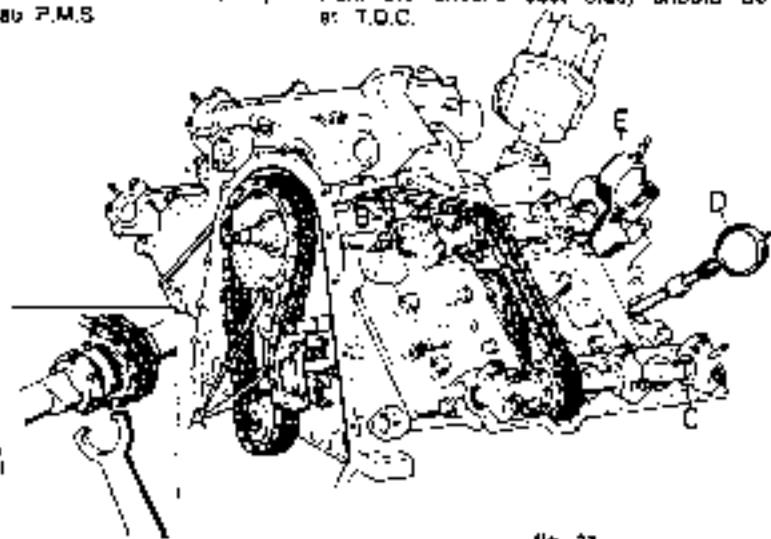

fig. 31
In caso di smontaggio del motore, per ottenere la giusta faseatura, procedere come appreso indicato. Ruotare l'albero a manovella fino a fare coincidere i denti segnati da uno (0) sull'ingranaggio distribuzione e sull'albero a manovella, con i relativi contrassegni (0) sul frontale basamento (fig. 31/A).
En cas de démontage du moteur, pour obtenir une mise en phase correcte, opérer de la façon suivante: faire tourner l'arbre à manivelle jusqu'à ce que les dents marquées par un (0) sur l'engrenage de distribution et sur l'arbre à manivelle coïncident avec les marques (0) correspondantes sur le monobloc (fig. 31/A).
Rotate the crankshaft so as to bring the teeth marked with 0 on the timing gear on the crankshaft into line with the related matching marks 0 on the front of crankcase (A, fig. 31).
In caso di smontaggio di una delle due teste assicurarsi che lo zero (0) segnato sull'albero centrale sia visibile in corrispondenza dell'uscita del cingolo (Fig. 31/B) con il pistone numero uno al P.M.S. nel caso che lo zero (0) non fosse visibile ruotare il motore di 360°.
Trovate queste coincidenze si può procedere al montaggio degli assi a camme facendo attenzione che i segni su di essi combacino con quelli stampigliati sui supporti (Fig. 31/C).
Au cas où l'on démonterait une des deux culasses s'assurer que le zéro (0) marqué sur l'arbre central soit bien visible en correspondance de la sortie de la chaîne (Fig. 31/B) avec le piston n. 1 au P.M.S., au cas où le zéro (0) ne serait pas visible, tourner le moteur de 360°.
Une fois que les coïncidences ont été trouvées, on peut passer au montage des axes à cames en faisant bien attention à ce que les marques de ceux-ci coïncident avec celles estampillées sur les supports (Fig. 31/C).
When removing one of the two heads make sure that mark 0 on the central shaft can be spot at the exit of chain (B, Fig. 31) with piston No 1 at T.D.C. in case mark 0 cannot be spotted, rotate engine 360°.
When these coincidences are achieved, proceed to the assembly of camshafts making sure that marks stamped on them are aligned with those on the supports (C, Fig. 31).
misuratore micrometrico sul foro della sua candela (fig. 31/D) (testa sinistra) e con i lobi degli assi a camme nella posizione indicata in (fig. 31/C) rivolti verso l'esterno. Si fissa un altro misuratore micrometrico in corrispondenza del blechierino della valvola del cilindro numero uno (fig. 31/E), indi ruotare l'asse a camme fino che la valvola di aspirazione sia aperta di mm 2,2 e la valvola di scarico di mm 1,3. Analoga operazione dovrà essere fatta sulla testa opposta, tenendo presente che i lobi degli alberi a camme dovranno essere rivolti verso l'interno e che gli strumenti di misurazione dovranno essere posti sul cilindro numero sei.
Fare attenzione alla segnatura sugli assi a camme (fig. 31/C).
Pour trouver le P.M.S. du cylindre numéro un, fixer au moyen d'instruments spéciaux, un mesureur micrométrique sur le orifice de sa bougie (fig. 31/D) (culasse gauche), les lobes des axes à cammes ayant la position indiquée sur la (fig. 31/C), tournée vers l'extérieur.
Fixer un autre mesureur micrométrique en correspondance de l'emboîtement de la soupape du cylindre numéro un (fig. 31/E) et faire tourner l'axe à camme jusqu'à ce que la soupape d'admission ait une ouverture de 2,2 mm et la soupape d'échappement une ouverture de 1,3 mm. La même opération devra être effectuée sur la culasse opposée, en tenant compte du fait que les lobes des arbres à cammes devront être tournés vers l'intérieur et que les instruments de mesure devront être placés sur le cylindre n. 6.
Faire attention aux marques sur les axes à cammes (fig. 31/C).
By means of the proper tools fix a micrometric gauge in the spark plug hole (fig. 31/D), left hand head, and with camshafts in the position indicated in (fig. 31/C). Fix an other micrometric gauge in correspondance of the valve gap of cylinder No. 1 (fig. 31/E), then turn camshaft till intake valve is mm 2.2 open and exhaust valve mm 1.3. Same operation should be carried out on the opposite head, keeping in mind that position of camshafts should be in opposite position in respect of (fig. 31/C) and that gauges should be face on cylinder No. 6. Pay attention to the marks on camshafts (fig. 31/C).